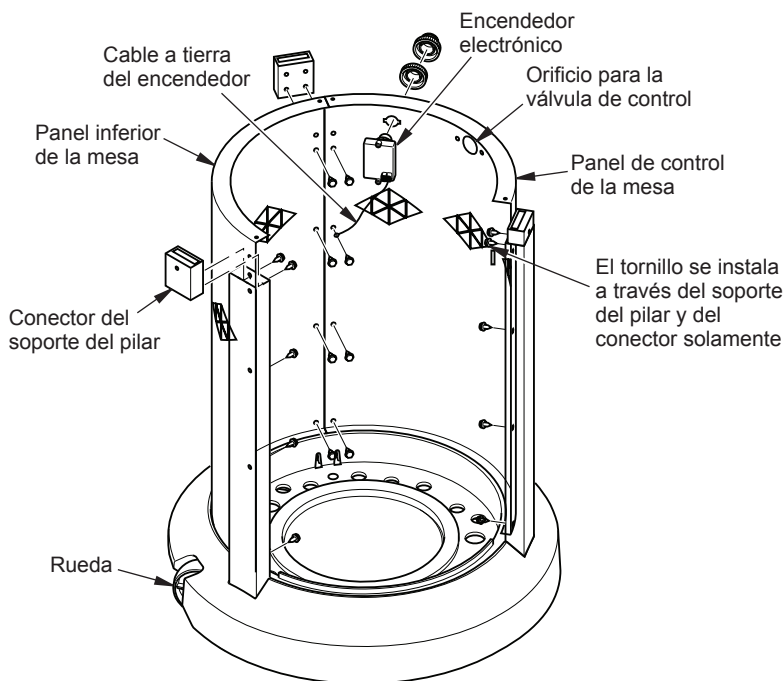

Figura 4 - Fijación de los paneles laterales y del encendedor
- Coloque el panel inferior y el panel de control de la mesa sobre el conjunto de la base, como se muestra en la figura 4. Asegúrese de que el panel inferior de la mesa esté en el lado de la base que tiene las ruedas. Utilizando únicamente los 3 grupos de orificios inferiores, fije los paneles a los pilares de soporte con 12 tornillos (C) (consulte la figura 4). Fije el cable de conexión a tierra del encendedor con 1 tornillo como se muestra en la figura 4 (el encendedor instalado en el paso 4).
- Los conjuntos superiores de tornillos (C) se insertarán a través de los paneles, a través de los pilares de soporte y luego hacia dentro de los conectores de soporte de los pilares, como se muestra en la figura 4 (tornillos 6). Asegúrese de que los conectores de soporte de los pilares estén orientados como se muestra en la figura 4. La parte lateral de los conectores con un orificio debe estar orientada hacia afuera del calentador y el orificio debe estar en la parte superior. Para los conectores de soporte que están más cerca de la abertura de la parte anterior, el segundo tornillo se instalará sólo a través de los paneles y de los conectores de soporte. El segundo tornillo asegurará al conector (consulte la figura 4).
- Instale el encendedor electrónico a través del panel de control, como se muestra en la figura 4. Atornille el anillo de retención y la tapa del encendedor desde el panel exterior.